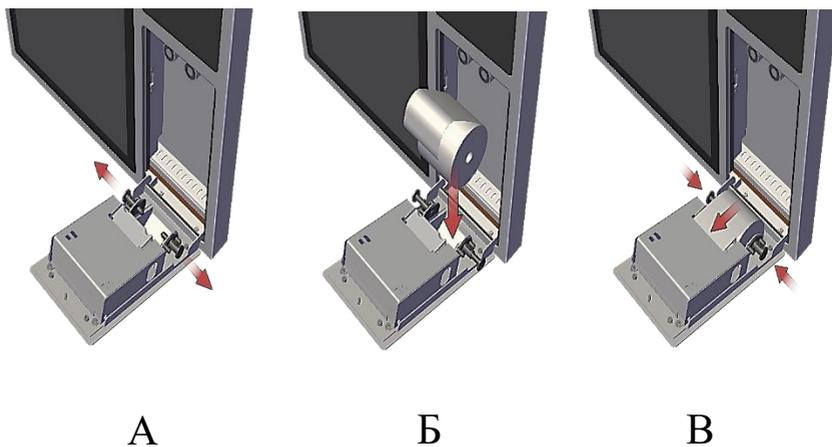

Рисунок 12.3 Установка нового рулона бумаги
9. После открывания люка отсека термопринтера потяните в стороны чёрные пластиковые задвижки-оси на расстояние приблизительно 1см, до упора (рис. 12.3 А). Далее возьмите рулон термобумаги, и поместите его в предназначенную для него нишу (рис. 12.3 Б), затем задвиньте пластиковые оси внутрь втулки рулона термобумаги до упора (рис. 12.3 В). Убедитесь, что рулон свободно вращается на оси, образованной двумя пластиковыми задвижками, на которые Вы поместили рулон.